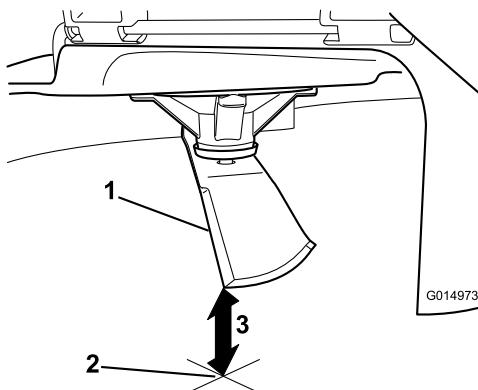

Рисунок 57
- Измерьте расстояние от конца ножа до плоской поверхности (Рисунок 57).